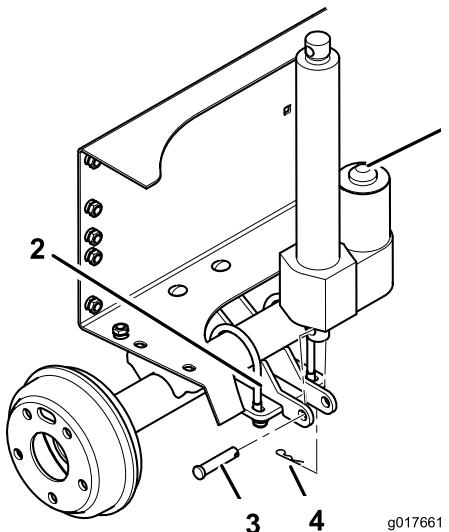

図 6
6. クレビス・ピンとヘアピン・コッターで、昇降アクチュエータの下端を昇降シリンダのサポートに取り付ける。各コンポーネントは図 6 のように配置する。